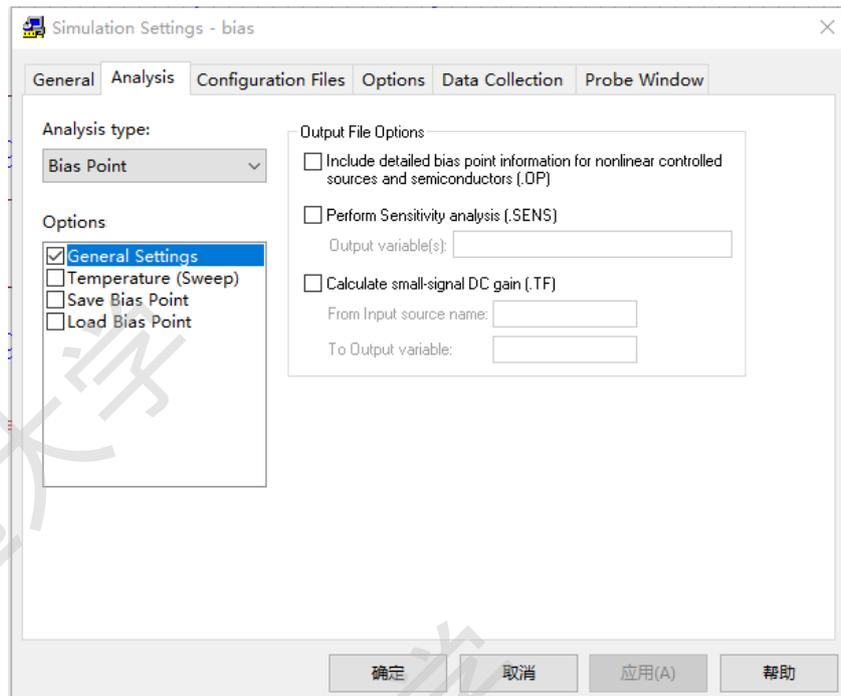

图4.5 静态工作点仿真参数设置
(1) 电路仿真参数设置。新建仿真并命名，点击“Create”，选择静态工作点分析，如图 4.5。